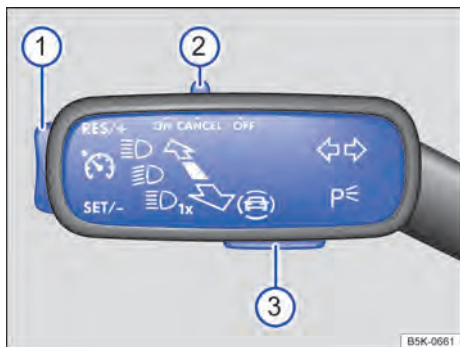

Fig. 135 À esquerda na coluna de direção: interruptores e botões para comandar o GRA.
- Empurrar o interruptor → Fig. 135 ② para a posição **ON**.